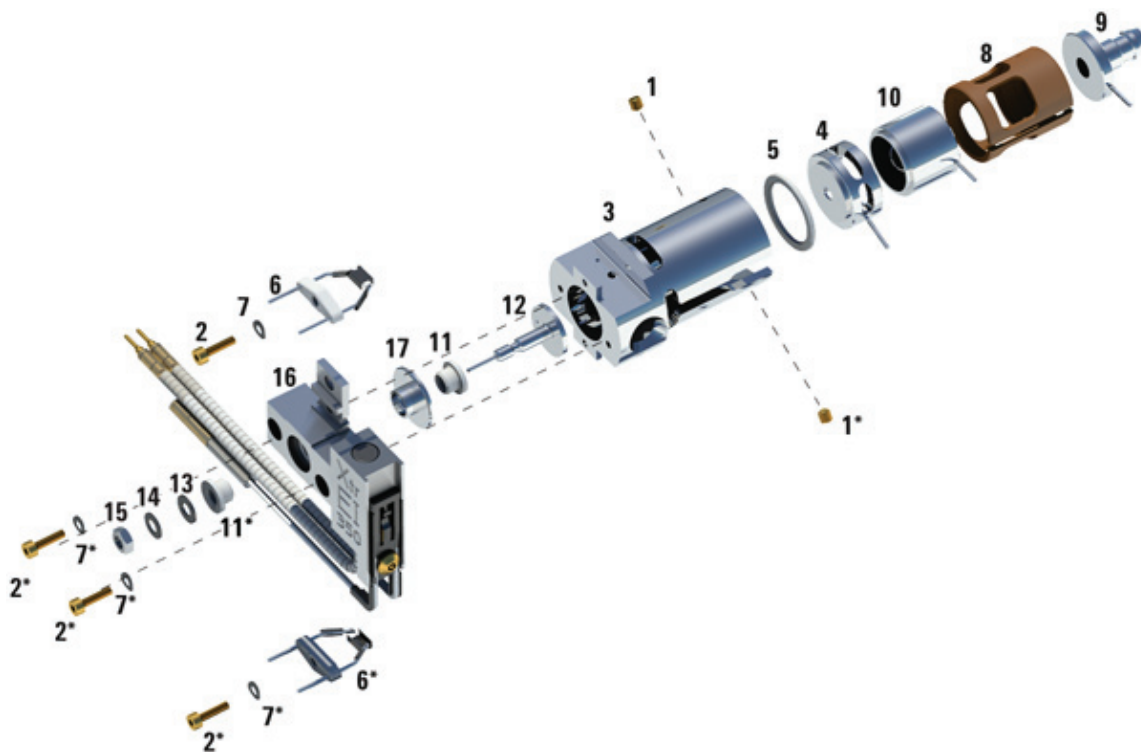

Figure 54. Démontage de la source EI HydroInert
Se reporter à la vue éclatée des pièces et à la liste des pièces de la source HydroInert lors de l'exécution de cette procédure. (Voir **Figure 54** et **Tableau 18** page 198.)
- 3 Séparer la source de son chauffage en retirant les deux vis. Le chauffage de la source est constitué du bloc de chauffage de la source, du repousseur et des pièces détachées connexes. (Voir **Figure 54** et **Tableau 18** page 198.)
- 4 Démontez le repousseur en retirant l'écrou, les rondelles et les isolants en céramique du repousseur, puis déposer le repousseur. (Voir **Figure 54** page 198.)
- 6 Sortir les lentilles de la source et séparer l'isolant de lentille, la lentille de focalisation d'ions, la lentille d'extracteur, l'isolant de la lentille d'extracteur et la lentille d'entrée étendue. (Voir **Figure 54** page 198.)
Tableau 18 Liste des pièces de la source EI HydroInert (Figure 54)
Tableau 18 Liste des pièces de la source EI HydroInert (Figure 54) (suite)